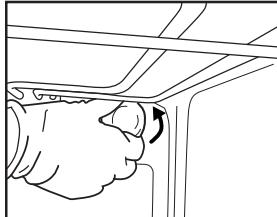

Fig.6
2. Skru løs lampedekslet (Fig. 6), skift ut pæren (se anmerkningene for type pære) og sett dekselet tilbake på plass.